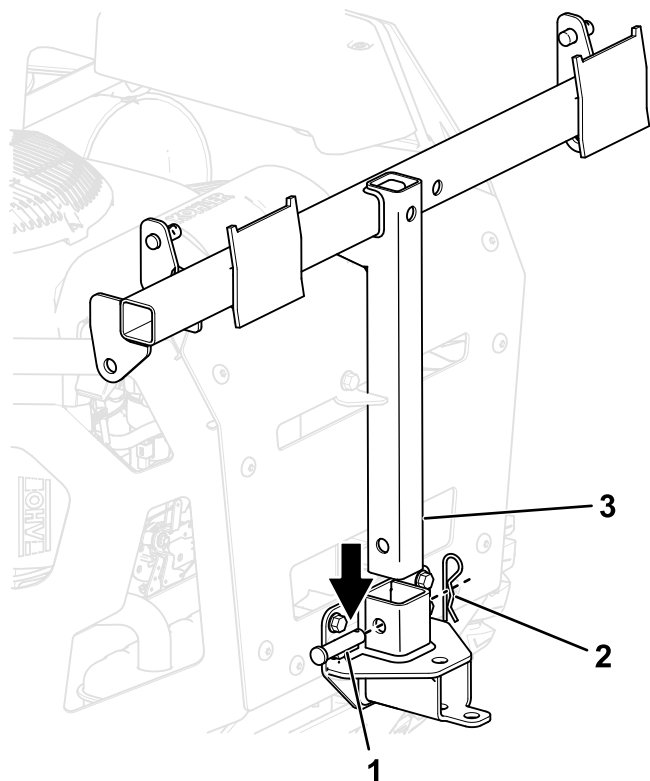

Figura 15
4. Montate il telaio del sistema di raccolta sulla staffa di montaggio dei cestelli di raccolta utilizzando il perno lungo con testa e una coppiglia (Figura 15).